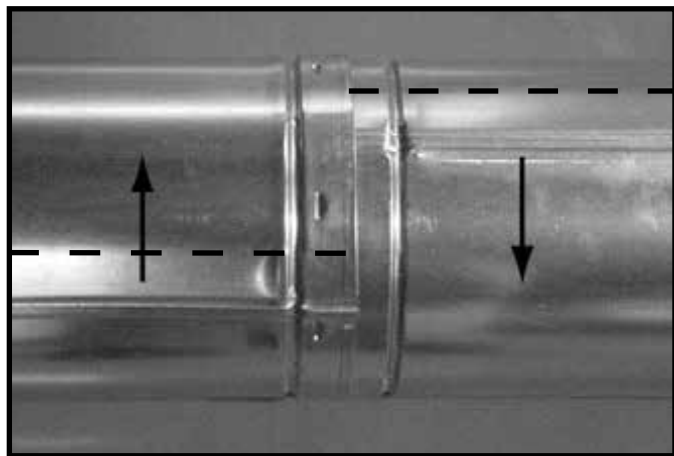
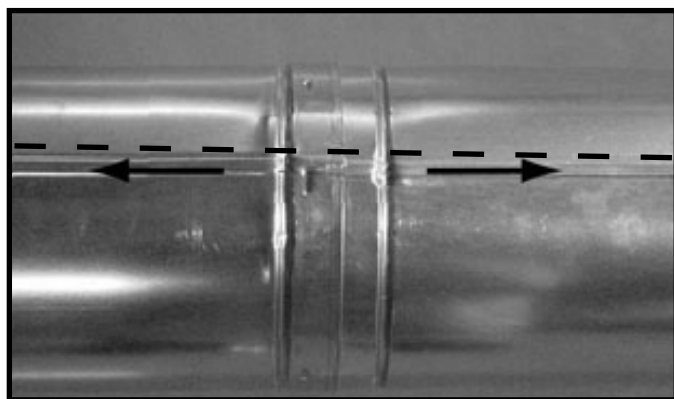

Figure 7.10 Faire pivoter les joints soudés pour démonter
Figure 7.11 Alignement et démontage les sections de conduit
- Faites pivoter l'une des sections (figure 7.10), de façon à ce que les joints d'assemblage des deux sections de conduit soient alignés, comme il est indiqué à la figure 7.11.